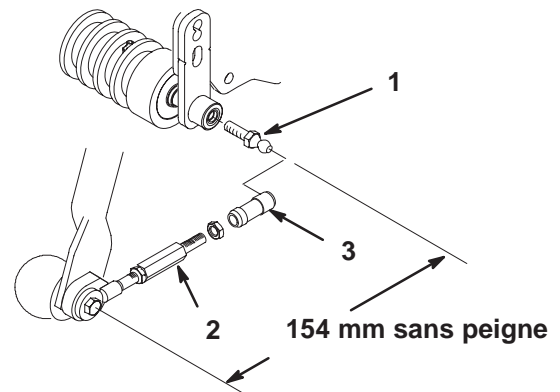

Figure 13
6. Repoussez le manchon sur chaque douille de rotule et accrochez la douille sur la rotule de l'unité de coupe (Fig. 13).
Remarque : Les ensembles tirants sont pré réglés en usine. Si leur démontage s'avère nécessaire, il faut toujours les remonter aux dimensions indiquées dans la Figure 13.